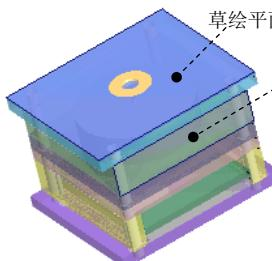

图 30.28 定义草绘平面
Step2. 定义草绘截面放置属性。选取图 30.28 所示的表面为草绘平面，然后选取图 30.28 所示的表面为参考平面，方向为上。单击**草绘**按钮，进入草绘环境。